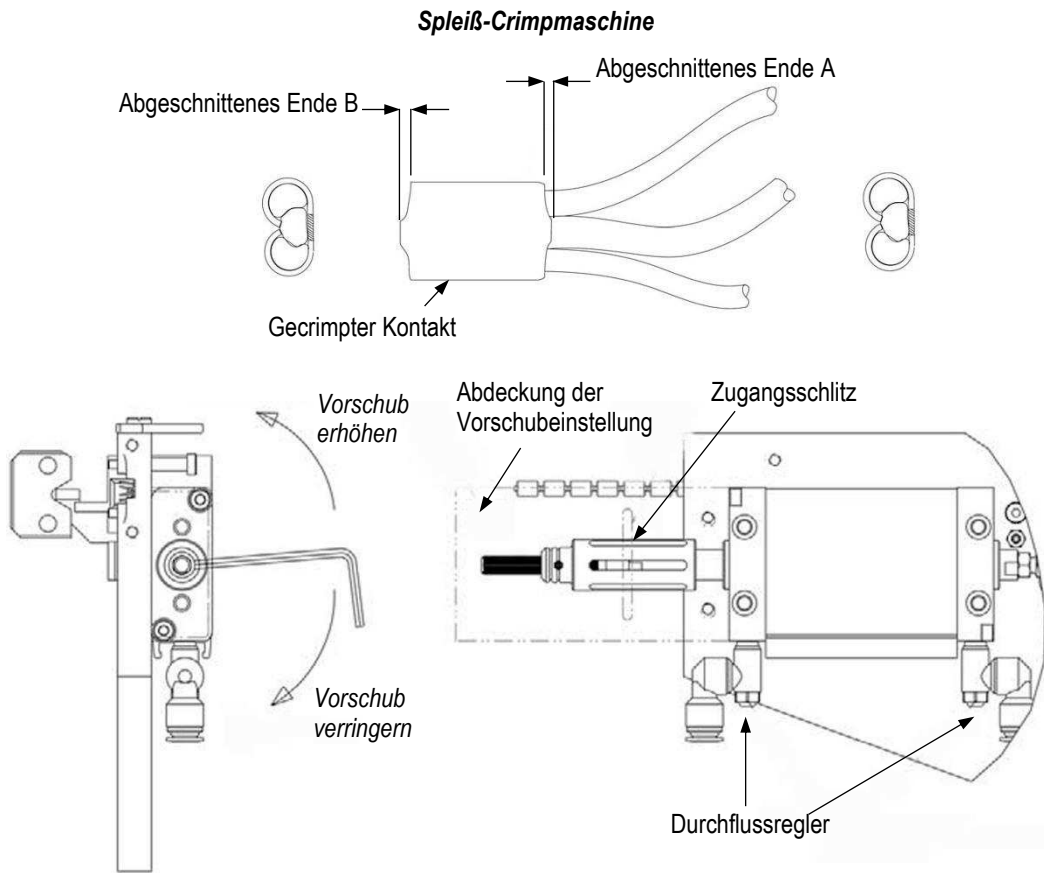

Abbildung 20
2. Führen Sie einen 3 mm-Sechskantschlüssel oder einen Schraubendreher ähnlicher Größe durch den Zugangsschlitz an der hinteren Vorschubabdeckung in den Schlitz des Einstellrads (siehe Abbildung 20).
3. Drehen Sie das Einstellrad in die gewünschte Richtung, um den Vorschubabstand zu vergrößern oder zu verringern (siehe Abbildung 20).